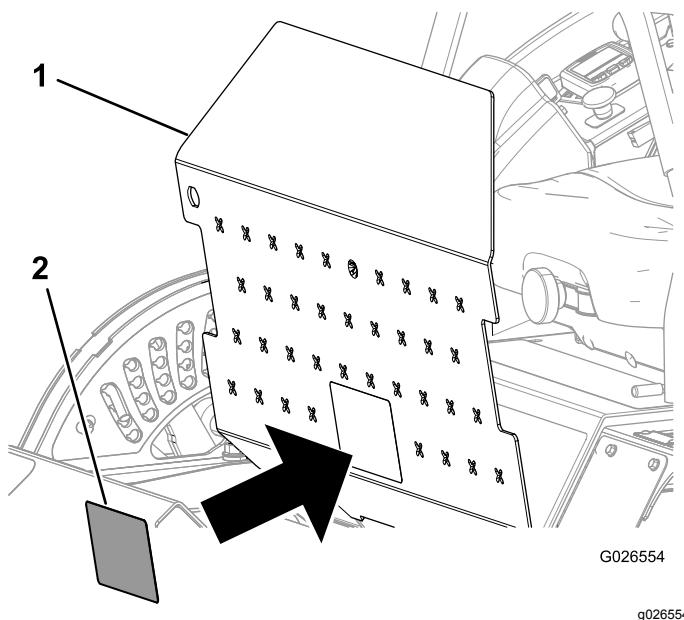

図 7
5. フロアプレートを開く 図 7。
6. 新しいベルト配置ステッカーを、古いステッカーの上から貼り付ける 図 7。